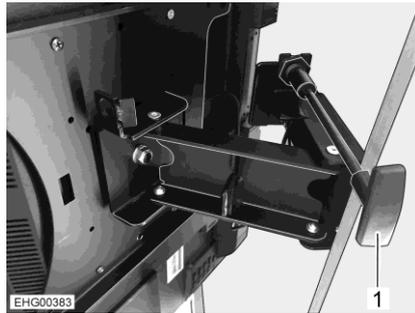

Fig. 76 Support (bras articulé monobloc)
- Tirer la poignée (Fig. 76,1) et la maintenir tirée. L'écran plat est déverrouillé.